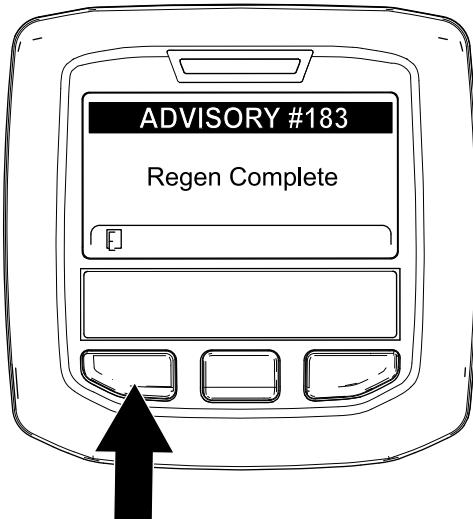

Figura 65
9. Quando o computador do motor conclui uma regeneração em estacionamento ou de recuperação, o InfoCenter apresenta o Aviso N.º 183 (Figura 65). Prima o botão esquerdo para sair para o ecrã inicial.
Nota: Se a regeneração não for concluída, o InfoCenter apresenta o Aviso N.º 184 (Figura 65). Prima o botão esquerdo para sair para o ecrã inicial.